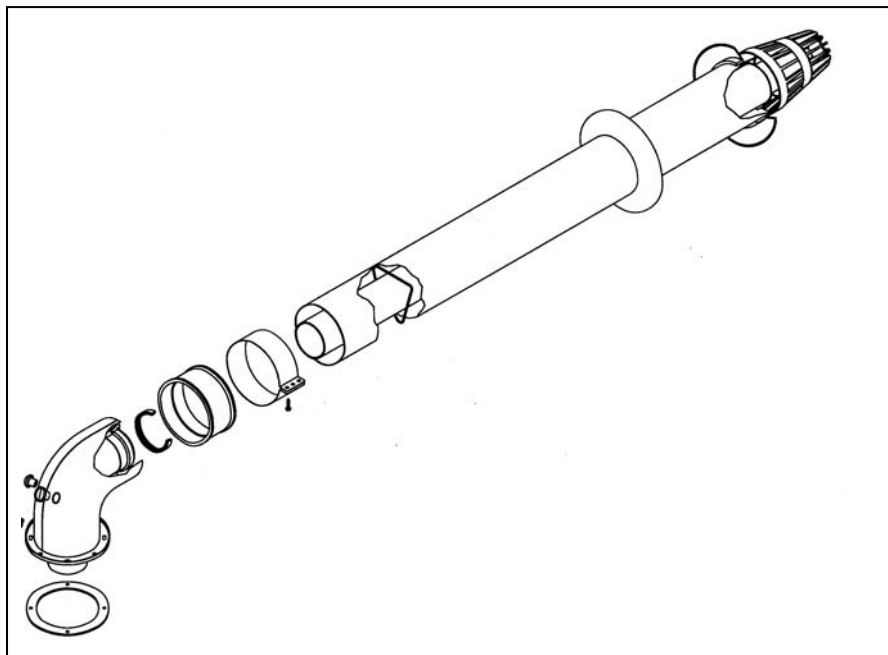

Рисунок 5
8.2. Стандартно поставляемый с котлом 750-миллиметровый газоотвод (рис. 5) может быть направлен назад, вправо или влево с помощью соединительного колена (90°). Колено подсоединяется к котлу с помощью 4 винтов (рис. 6а).